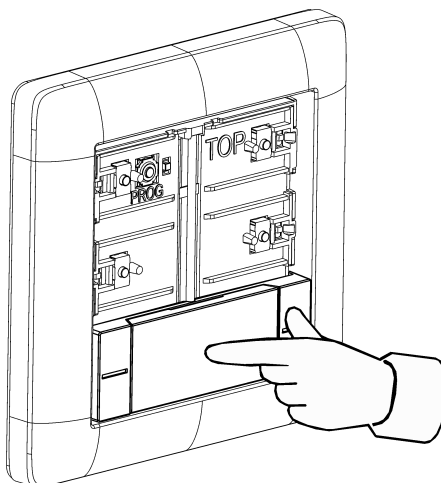

рисунок 7: Нажатие на клавишу по центру
- Нажмите на клавишу управления по центру (см. рисунок 7).